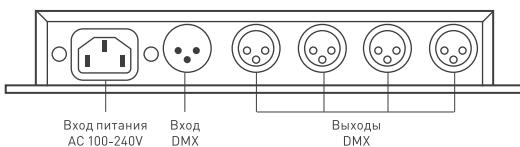

Рисунок 2. Размещение разъемов.
- 3.3. Подключите провода от контроллера DMX к входу DMX-сплиттера (Рисунок 2). Распайка разъемов приведена на рисунке 3. Соблюдайте полярность при подключении проводов.